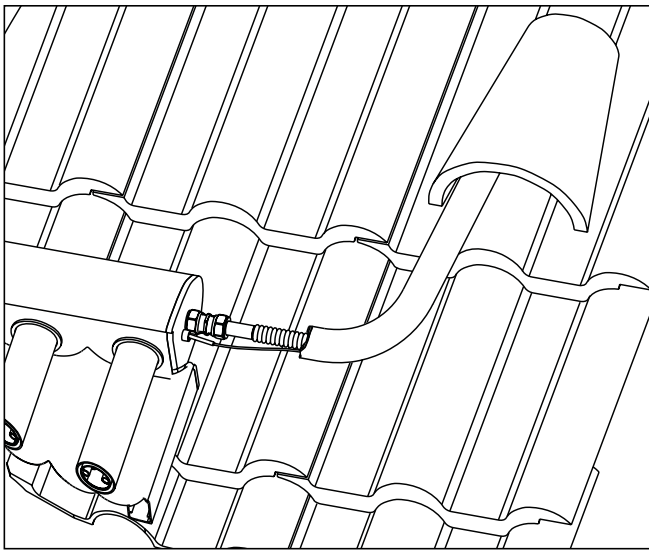

Abb. 8.4 Vor- und Rücklauf montiert
- Stülpen Sie die EPDM-Isolierung (Abb. 8.4, Pos. 5) von unten nach oben über die Verschraubungen.